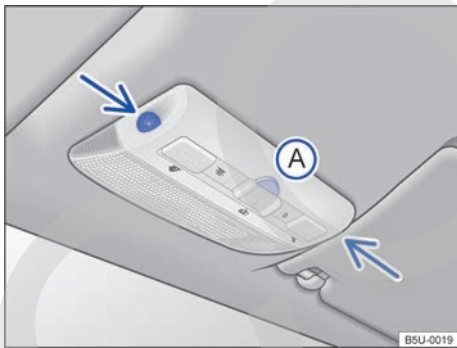

Fig. 54 En la consola del techo: sensores de vigilancia del habitáculo y tecla **A** para desconectar la vigilancia del habitáculo.
La vigilancia del habitáculo dispara la alarma con el vehículo bloqueado, si reconoce movimientos en el interior del vehículo. El sensor y el receptor están ubicados en el conjunto de la luz de lectura → **fig. 54** (flechas).
- Presionar la tecla → **fig. 54** **A**. En el panel de instrumentos se enciende la luz de control → **fig. 49**.